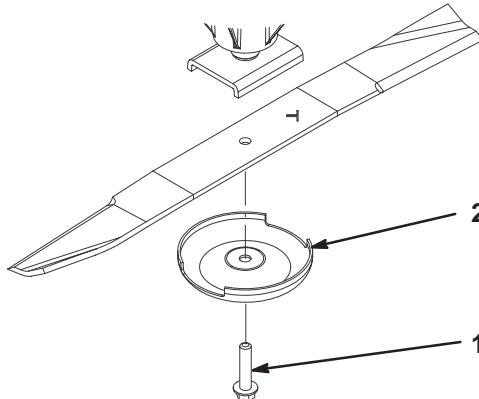

Bild 13
2. Halten Sie das Ende des Messers mit einem stark wattierten Handschuh oder wickeln Sie einen Lappen um es herum. Entfernen Sie die Messerschraube, die Antiskalpierschale und das Messer von der Spindelwelle (Bild 13).
3. Setzen Sie das Messer (der Flügel sollte zum Mähwerk zeigen) mit der Antiskalpierschale und der Messerschraube ein (Bild 13). Ziehen Sie die Messerschraube mit 115–149 Nm an.